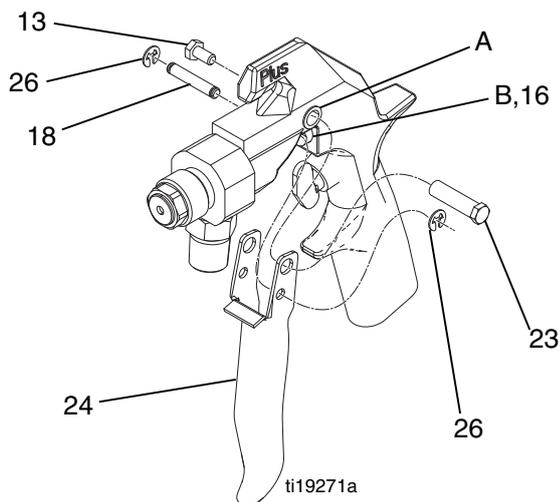

FIG. 17
7. Posizionare il grilletto (24) sul corpo della pistola. Inserire il perno (23) nel foro superiore (A) e fermarlo con la vite (13) sull'altro lato. Accertarsi che su un'estremità dello spinotto del grilletto (18) ci sia un'e-clip (26). Far scorrere lo spinotto attraverso i fori inferiori del grilletto e la fessura (B) nella guida della molla (16) (ruotare la guida della molla per allineare, se necessario). Inserire l'altra e-clip (26) sullo spinotto. Vedere la FIG. 17.